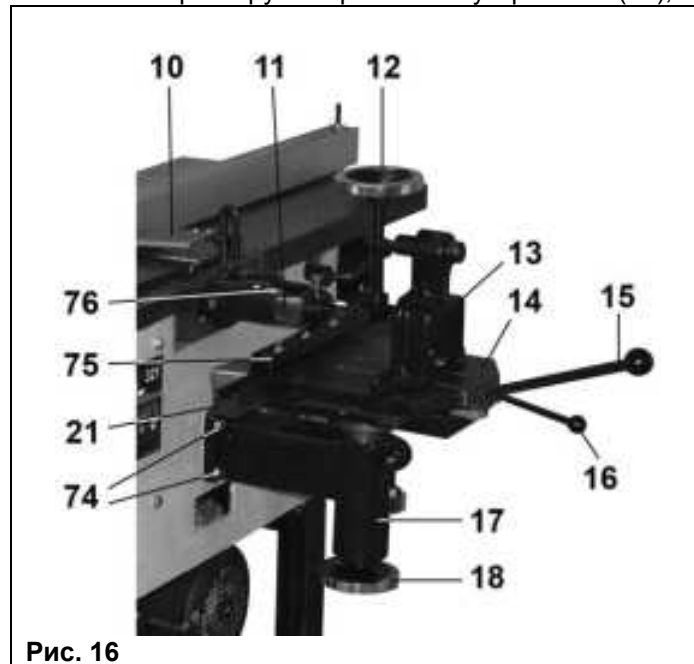

Рис. 16
- 8.2.16. Как показано на Рис. 16, установите и четырьмя установочными винтами (74) с шайбами надёжно закрепите стойку (17).
8.2.17. На стойке (17) в соединении «ласточкин хвост» установите подвижный стол (14), Рис. 16.
8.2.18. На подвижном столе (14) установите и закрепите болтовым соединением упорную стойку (13) и направляющую (21) для установки держателя (75) заточки строгального ножа. В специальное отверстие упорной стойки (13) установите и зафиксируйте прижимное устройство (12), Рис. 16.